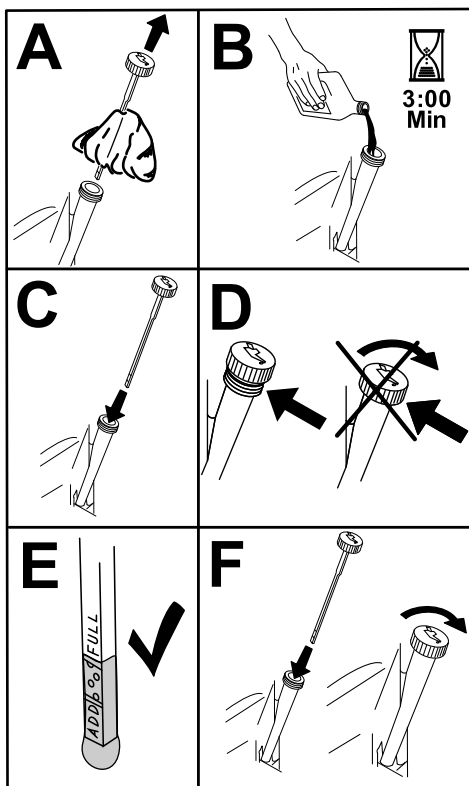

Figure 51
6. Versez lentement environ 80 % de l'huile spécifiée dans le tube de remplissage, puis faites l'appoint lentement jusqu'à ce que le niveau atteigne le repère maximum (Full) (Figure 51).